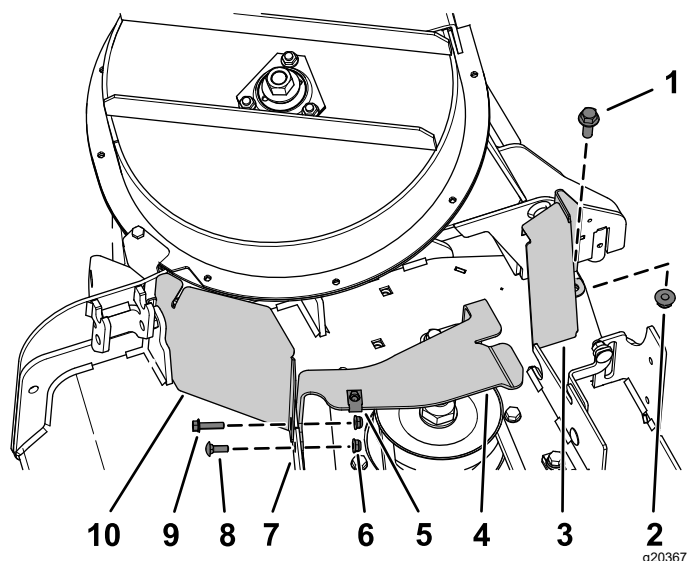

Figure 11
1. Alignez les trous du couvercle de poulie CE sur le trou du support de déflecteur avant et sur le trou extérieur à l'avant de la bride de plateau (Figure 11).
2. Alignez le support du protège-courroie CE sur les trous situés à l'arrière de la bride avant du plateau (Figure 11)
3. Fixez la protection de poulie CE et le support du protège-courroie sur la bride avant du plateau au niveau du trou extérieur à l'aide du boulon de carrosserie (1/4" x 1") et d'un écrou à embase (1/4"), comme montré à la Figure 11.
4. Fixez le support du protège-courroie à la bride avant du plateau au niveau du trou intérieur au moyen d'un boulon de carrosserie (1/4" x 3/4") et d'un écrou à embase (1/4"), comme montré à la Figure 11.
5. Alignez le trou dans la bride arrière du support du protège-courroie et le trou du plateau duquel vous avez retiré le support du protège-courroie à l'étape 1 de Dépose du support de fixation du couvercle \(page 3\) ; voir Figure 11.
6. Fixez la bride arrière du support du protège-courroie CE au plateau à l'aide d'un boulon à tête hexagonale (3/8" x 1") et d'un écrou à embase (3/8"), comme montré à la Figure 11.
7. Alignez l'écrou à clip sur le trou au sommet du support du protège-courroie CE, et poussez-le sur le support (Figure 11).
carrosserie ($\frac{3}{8}$ " x 1") et d'un écrou à embase ($\frac{3}{8}$ "), comme montré à la Figure 11.